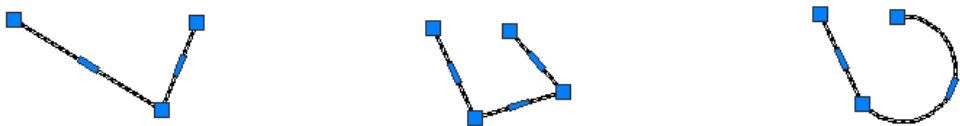

图 6.6.11 选择“拉伸”命令 图 6.6.12 选择“添加顶点”命令 图 6.6.13 选择“转换为圆弧”命令
- **拉伸** 命令：当选择该命令时移动光标，可移动该夹点所在的多段线段，从而拉伸多段线上与其相邻的一段多段线，如图 6.6.11 所示。